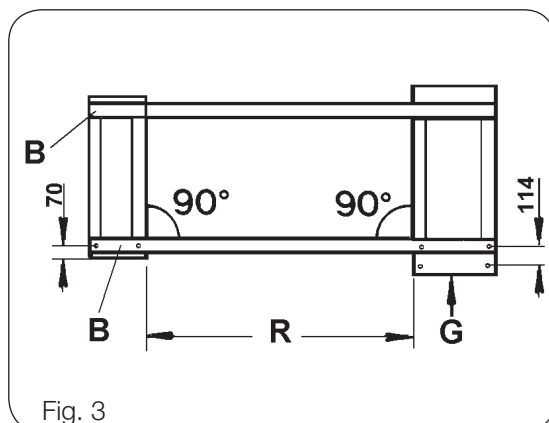

Fig. 3
- Vinklen mellem holdere og rammer er 90° (kontrollér med en vinkelmåler) (se Fig.3).